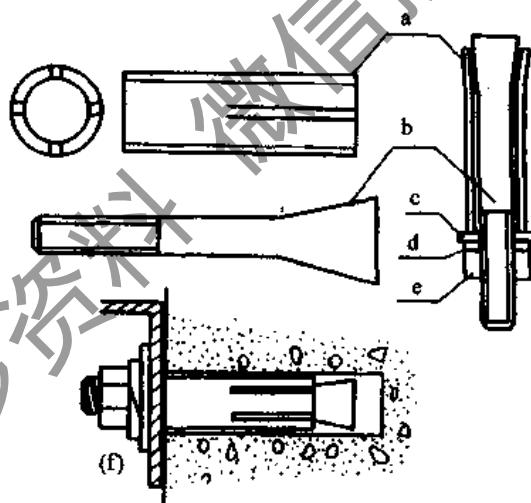

图 2-38 膨胀螺栓
(1) 钢制膨胀螺栓 简称膨胀螺栓，它由金属胀管、锥形螺栓、垫圈、弹簧垫、螺母等五部分组成，如图 2-38 所示。